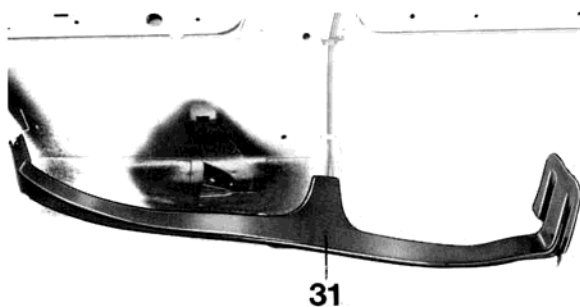

Bild 5
9 Abdeckung (31) nach Bild 5 am hinteren Einstieg montieren.